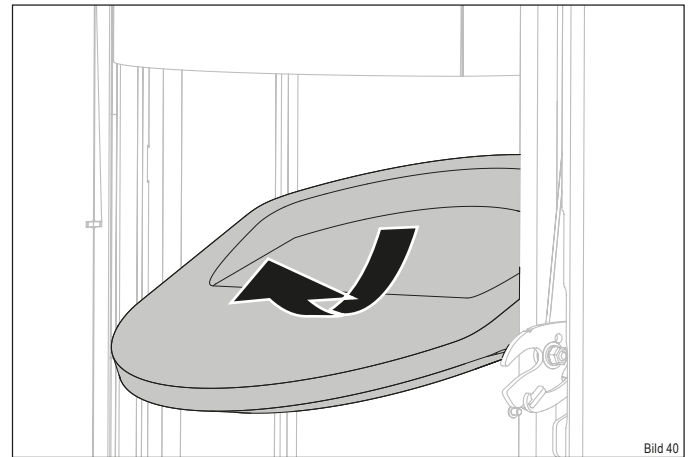

Bild 40
- ▶ Nehmen Sie den oberen Thermostein vorsichtig, wie abgebildet, aus der Halterung (Bild 40).